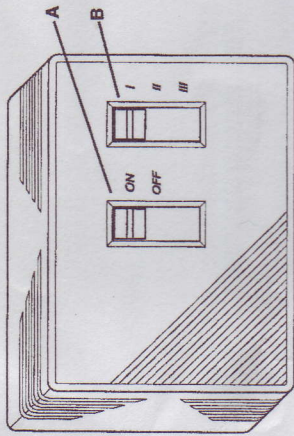
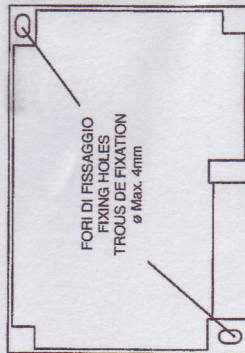
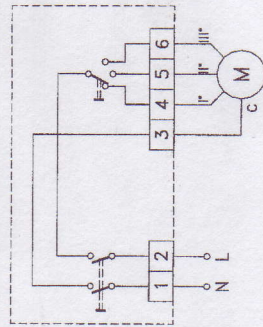

Fig. 1: Aspetto esteriore / External aspect / Vue extérieure
Fig. 2: Basetta di fissaggio / Base plate / Plaque de fixation
Fig. 3: Schema elettrico interno / Internal diagram / Schéma électrique intérieur
Questo dispositivo (Fig. 1) permette, attraverso due commutatori, il controllo a distanza di un fan-coil a tre velocità. Tramite l'interruttore (A) si attiva o disattiva il motore del fan-coil, mentre tramite il commutatore (B) si seleziona una delle tre velocità. Per il montaggio del dispositivo svitare la vite centrale, sfilare la basetta, fissare la basetta utilizzando gli appositi fori (Fig. 2) ed effettuare i collegamenti alla morsetti (Fig. 3).
This interface (Fig. 1) is properly designed for a remote control of fan-coils. With control (A) the user can turn on or off the motor. With the further selector (B) the user selects the fan speed.
- fix the base using the proper holes (Fig. 2).
- make electrical wirings on the terminal board (Fig. 3).
- Par l'intermédiaire de deux commutateurs, ce dispositif (Fig. 1) permet de contrôler à distance un convecteur à ventilation à trois vitesses. Le moteur du convecteur à ventilation s'active ou se désactive à l'aide du commutateur (A), tandis que le commutateur (B) permet de sélectionner l'une des trois vitesses. Pour le montage du dispositif, il faut dévisser la vis centrale, extraire la plaquette et la fixer à travers les trous appropriés (Fig. 2), puis réaliser les connexions à la plaquette (Fig. 3).